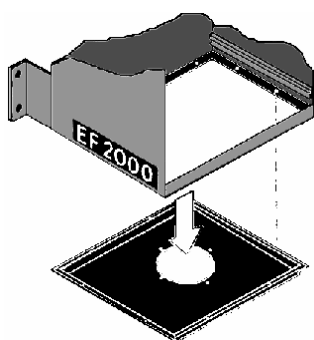

Рис. 8.6
- 8.8. Установка альтернативных приемных камер (см. рис. 8.6). Ослабьте и удалите винты, удерживающие приемную камеру. Установите альтернативную приемную камеру аналогичным образом. Альтернативные приемные камеры указаны в п. 1.3.